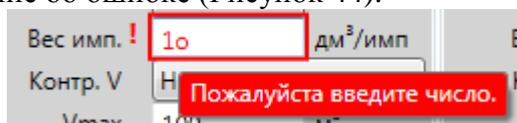

Рисунок 44 – Предупреждение о некорректных символах.
- **Вес имп.** – Вес импульса ПР. Значения данного параметра располагаются в диапазоне от 0,000001 до 1000 дм³/имп. При вводе не числового значения появится сообщение об ошибке (Рисунок 44).